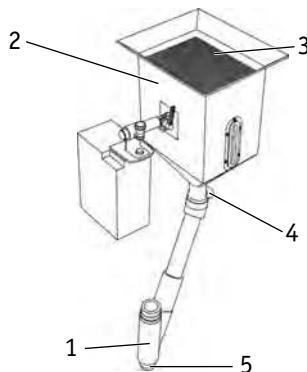

Рис. 8.8. Подача флюса в зону сварки.
8. Откройте затвор флюсобункера, флюс должен полностью покрыть зону сварки (см. рис. 8.8)